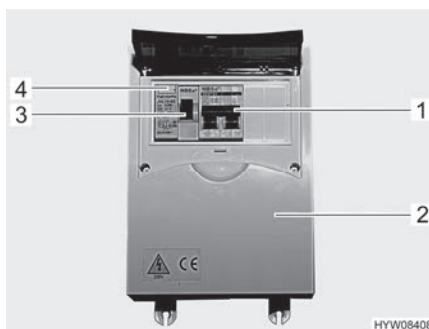

Bild 82 230 V-säkringslåda med ledningsskyddsbrytare och FI-brytare
- Koppla från ledningsskyddsbrytare (Bild 82,1) i säkringslådan (Bild 82,2).
- När fordonen är anslutet till 230 V-försörjningen, tryck på kontrollknappen (Bild 82,4) på jordfelsbrytaren (FI-brytare) (Bild 82,3) i säkringslådan (Bild 82,2). Jordfelsbrytaren måste lösa ut.
- Slå på jordfelsbrytaren (Bild 82,3) igen.
- Koppla från ledningsskyddsbrytaren (Bild 82,1) i säkringslådan (Bild 82,2).